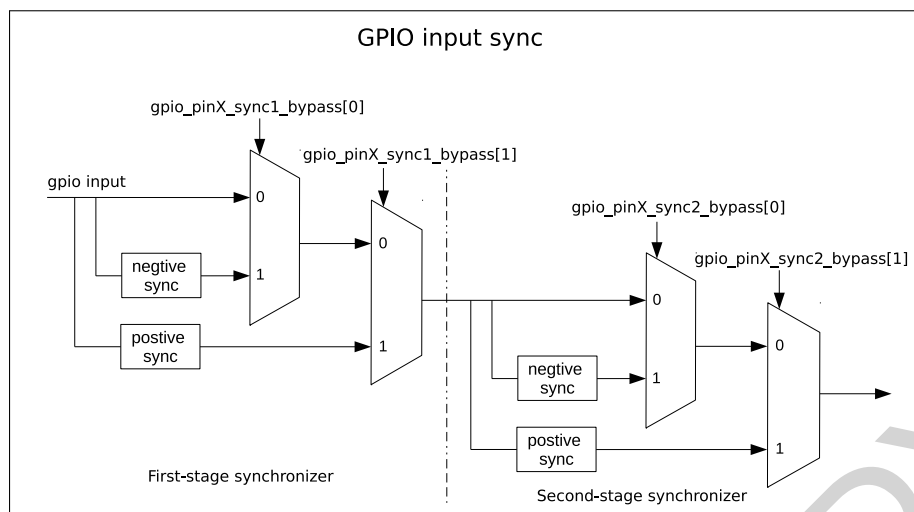

图 4-4. GPIO 输入经 APB 时钟上升沿或下降沿同步
GPIO SYNC 模块的功能如图 4-4 所示。其中，negative sync 为 GPIO 输入经过 APB 时钟的下降沿同步，positive sync 为 GPIO 输入经过 APB 时钟上升沿同步。
- 如图 4-4 所示，配置 `GPIO_PIN x _SYNC1_BYPASS` 使能输入信号第一拍为上升沿或下降沿同步。
- 如图 4-4 所示，配置 `GPIO_PIN x _SYNC2_BYPASS` 使能输入信号第二拍为上升沿或下降沿同步。